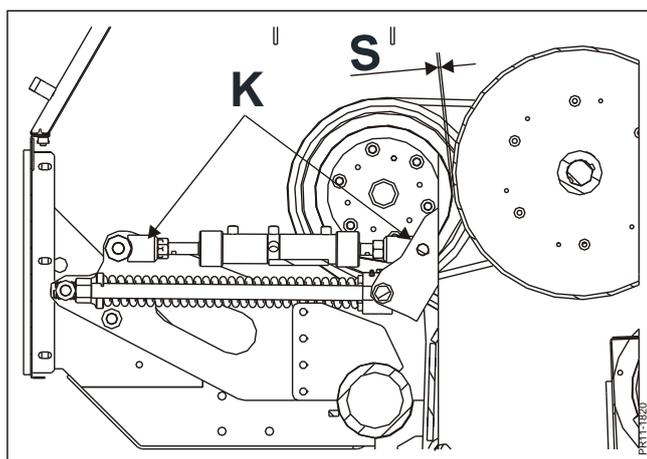

Abb. 4-33
**Abb. 4-33** In Neutralstellung und mit einer neuen Gummischeibe sollte der Abstand zwischen der Gummischeibe und der Reibscheibe aus Stahl etwa  $S = 0-1$  mm betragen. Die Einstellung der Neutralstellung wird an den Endstücken **K** des Zylinders vorgenommen. Es ist keine Einstellung erforderlich, wenn an der Gummischeibe Verschleiß auftritt.